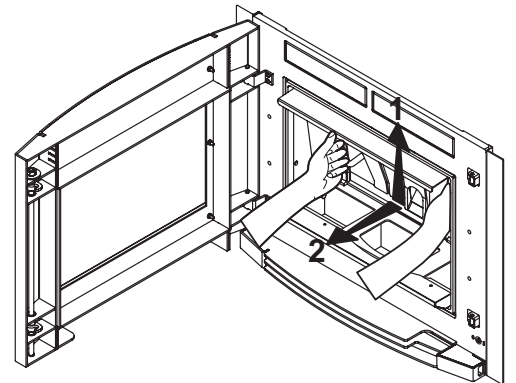

Fig.15.7
- 1) Levantar la parte de hierro fundido para que salga de los enganches situados en la parte inferior (algunos modelos están dotados de manijas para facilitar la extracción Fig.15.7 A);
- 2) Inclinar la parte inferior de hierro fundido hacia la portezuela y quitarla completamente. (Fig.15.7 A - B);